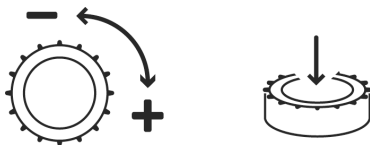

Abb. 5: Drehknopf
- Das LC-Display zeigt den Status der Pumpe, der Ventile und des Reglers an. Über den Drehknopf lassen sich Menüs und Eingabeparameter auswählen. Zur Änderung von Werten und zum Durchblättern von Menüs muss der Drehknopf (Abb. 5) gedreht werden. Zum Auswählen und Bestätigen muss er gedrückt werden.